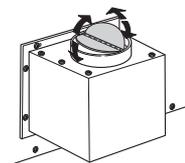

Рис. 4
- обратные клапаны вытяжного модуля свободно вращаются (рис. 4)